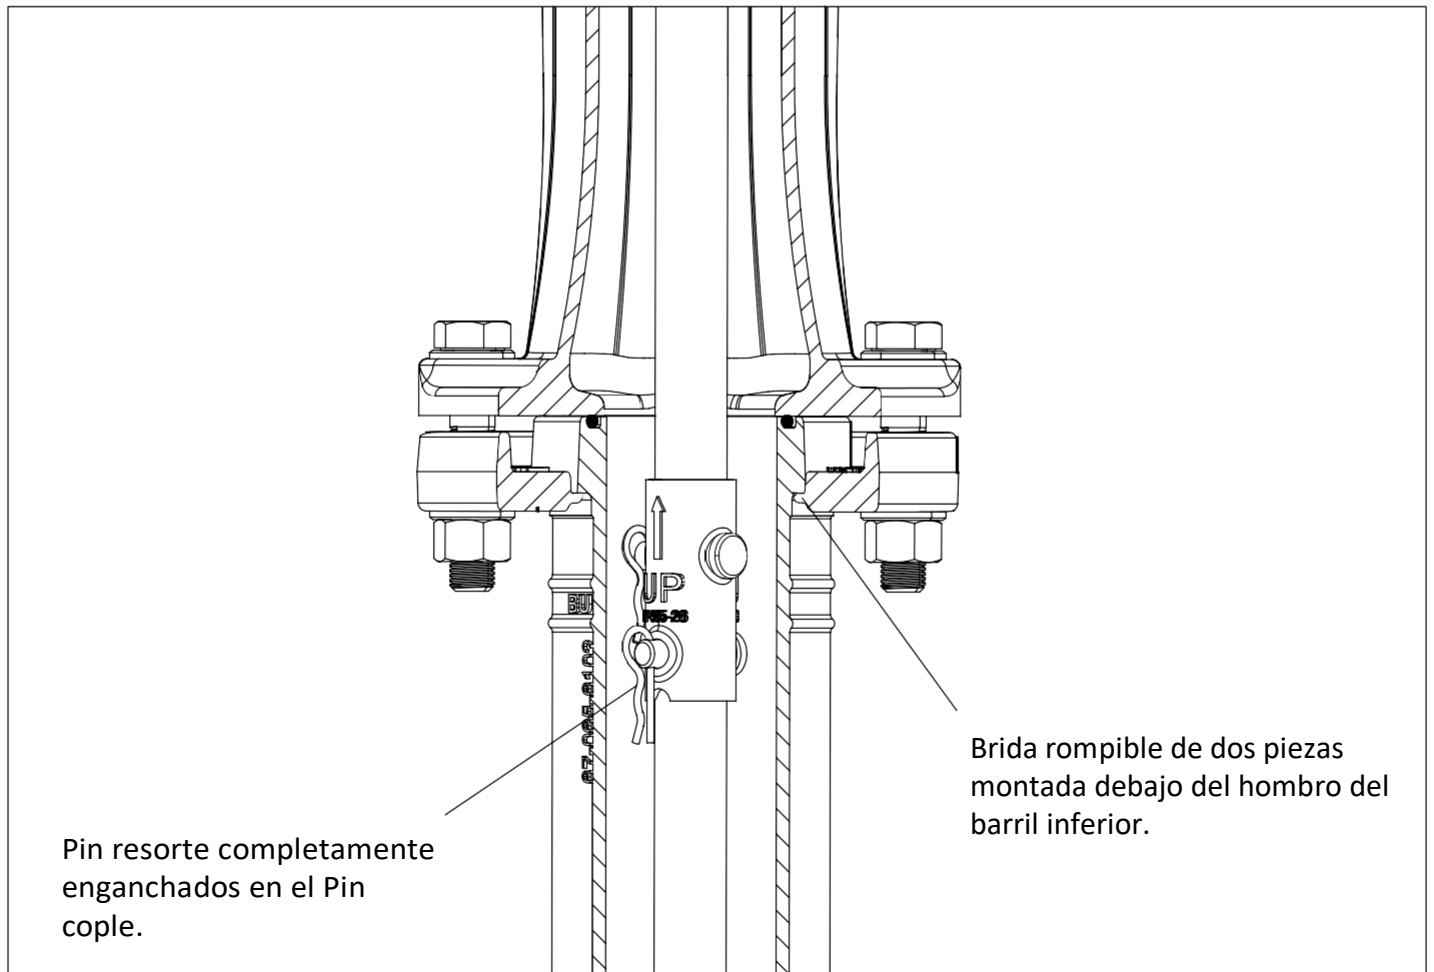

Fig. 15
5. Conecte el nuevo cople rompible (F508) a la varilla del vástago superior con un pin cople y un pin resorte nuevos. Asegúrese de que el pin resorte esté completamente acoplado al pin cople. Ver (Fig.15).
10. Asegure la brida rompible de dos piezas como se muestra en la (Fig. 15), con el texto "Este lado hacia arriba", con el borde de la brida rompible debajo del hombro del barril inferior.